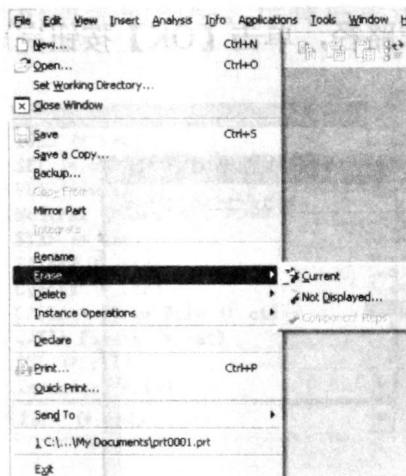

图 1-21 “拭除”选取项
① 直接关闭文件窗口。有两种方式可以关闭文件窗口：一是从主菜单中选择【File】/【Close Window】选项；二是从主菜单中选择【Window】/【Close（关闭）】选项。
② 直接将文件从内存中擦除。在上面的直接关闭文件的操作中，文件仍然保留在内存中，只是暂时看不到。当打开的文件多了，内存占用量增大，必须从内存中清除暂时无用的文件。具体操作是从主菜单中选择【File】/【Erase（拭除）】选项，如图 1-21 所示，其中又有两种选项：选择【Current（当前）】选项，弹出如图 1-22 所示【Erase】确认对话框，它将当前激活的模型从内存中清除；如果是删除非激活模型，可以选择【Not Displayed（不显示）】项，系统将显示如图 1-23 所示对话框，让用户选择不需要的模型文件，将它从内存中清除。